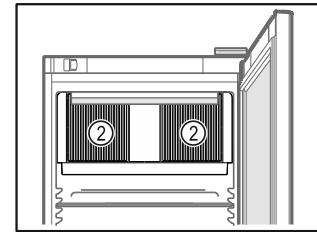

Fig. 79
- Lüftungsschlitze Fig. 79 (2) des Umluftgebläses im Innenraum freihalten.